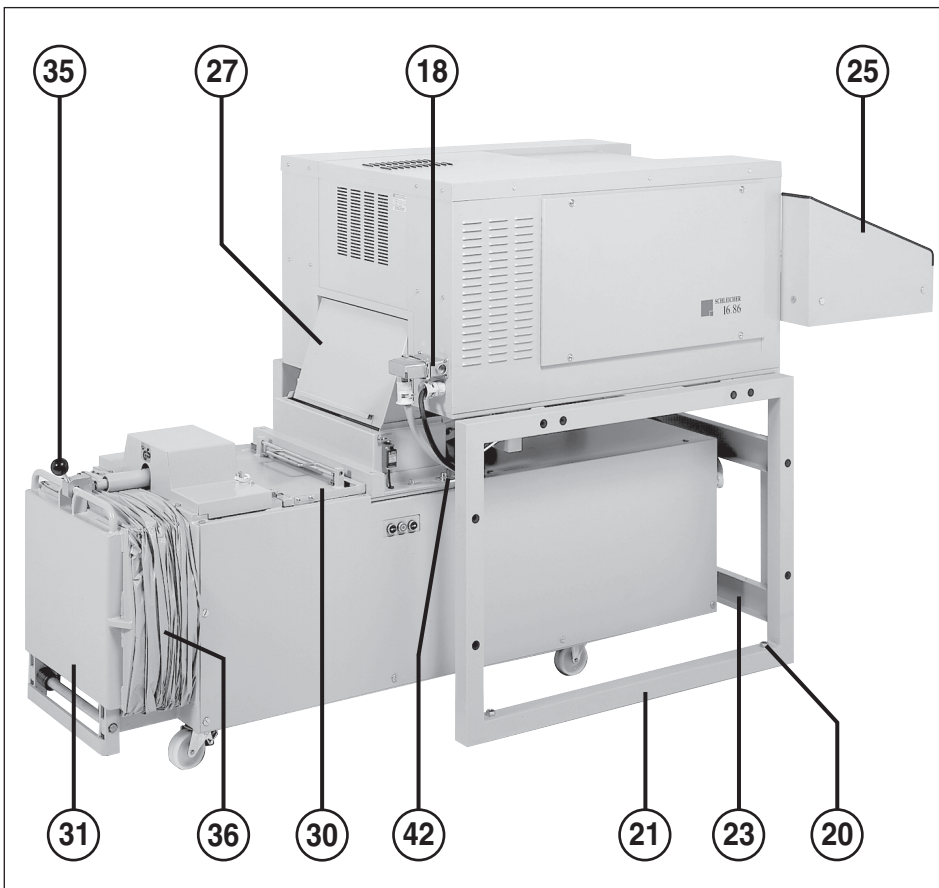

fig. 2
- 18 = prise (fig. 2 et 4)
20 = vis de compensation (fig. 2)